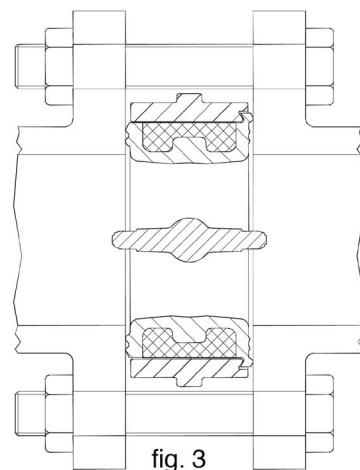

fig. 3
- Die Absperrklappe mit Hilfe zweier Gewindestangen unterstützen, wobei durch die Bohrungen an den Flanschen und an den Ösen am Ventilkörper eine erste, grobe Zentrierung zwischen den Flanschen erfolgt. Die 4 (einander gegenüberliegenden) Zugstangen leicht festschrauben, bis das Ventil leicht befestigt ist, anschließend den Ventilkörper in Bezug auf die Flansche der Rohrleitungen präzise zentrieren (ein Fehler ± 1 mm für die DN 50 und proportional ± 5 mm für die DN 300 sind mehr als tolerierbar). Die 4 Zugstangen festziehen, bis das Ventil fest sitzt und das Ventil vollständig öffnen (Abb. 3); daraufhin werden alle weiteren Bolzen am Flansch montiert und festgezogen. Die Absperrklappe ist nicht besonders sensibel auf die Anziehmomente der Flanschbolzen, dennoch sollte man sich an die von den entsprechenden Vorschriften vorgesehenen Anziehmomente halten, auch in Bezug auf das Material, aus dem die Gewindestangen selbst gefertigt sind.